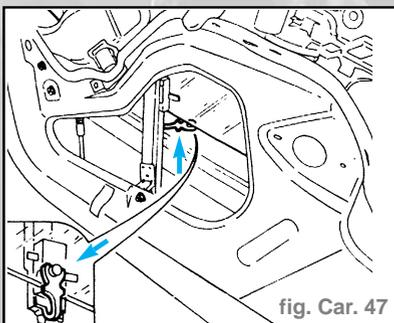

fig. Car. 47
- Désassembler la glace de son dispositif de fixation (fig. Car. 47).